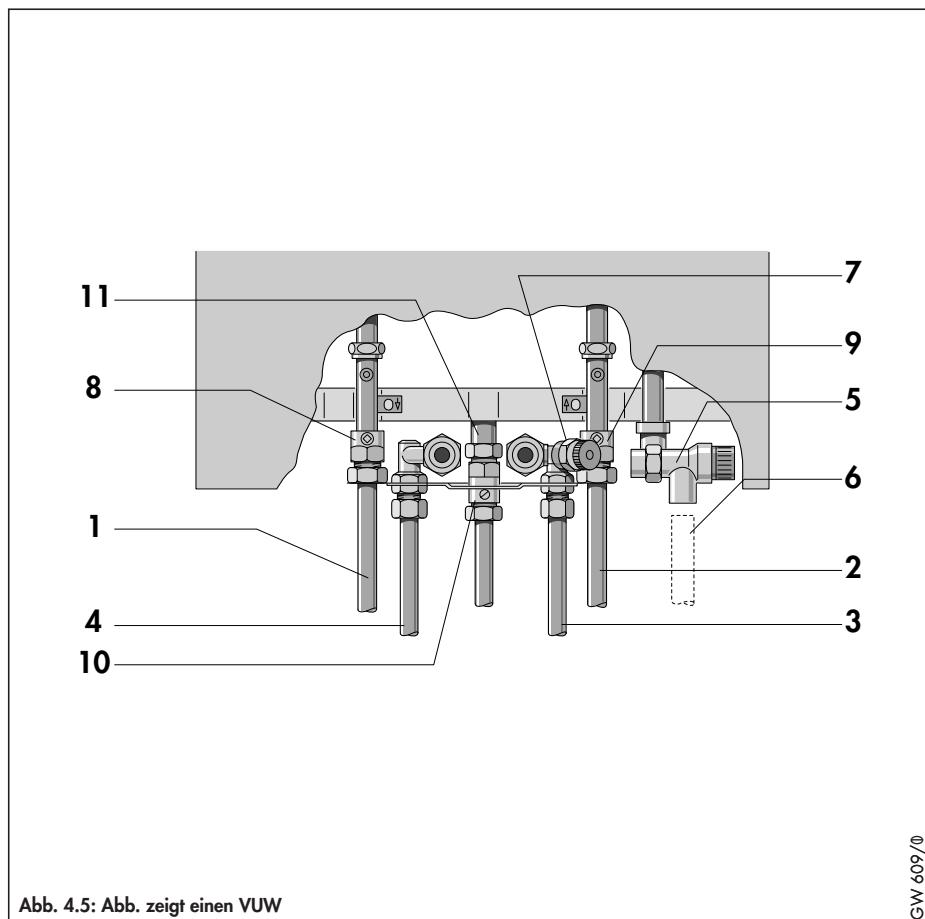

Abb. 4.5: Abb. zeigt einen VUW
4.5.3 Rohranschlüsse (Abb. 4.5)
Abb. 4.5 zeigt die Anschlüsse für Heizung, Warm- und Kaltwasser* und das Sicherheitsventil.
Im Lieferumfang des Gerätes ist ein Gasabsperrhahn, Größe R 3/4", enthalten (10, Abb. 4.5). Die 20 mm Rohrverschraubungen auf den Gasanschluß des Gerätes aufsetzen (11, Abb. 4.5) und festziehen. Gaszuführung 3/4" mit einem Durchmesser von installieren und am Gasabsperrhahn anschließen (hierbei ist darauf zu achten, daß die Gaszuführung ausreichend dimensioniert ist, so daß bei vollem Durchsatz ein Gasdruck von 20 bzw. 25 mbar (G 20/G 25) gegeben ist).